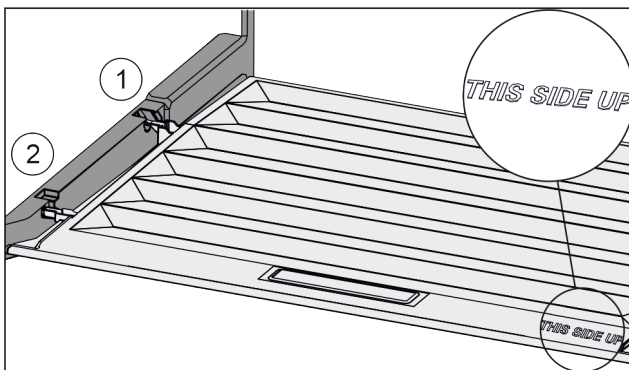

Fig. 103
- ▶ Inserire le nervature del coperchio attraverso l'apertura del supporto posteriore Fig. 103 (1) e innestare anteriormente nel supporto Fig. 103 (2).